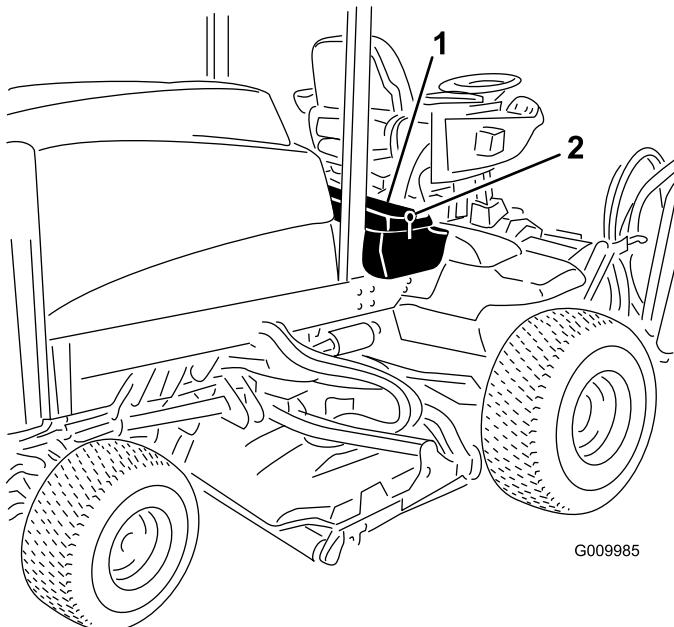

Рисунок 60
1. Откройте защелки и поднимите пульт управления оператора (Рисунок 60).